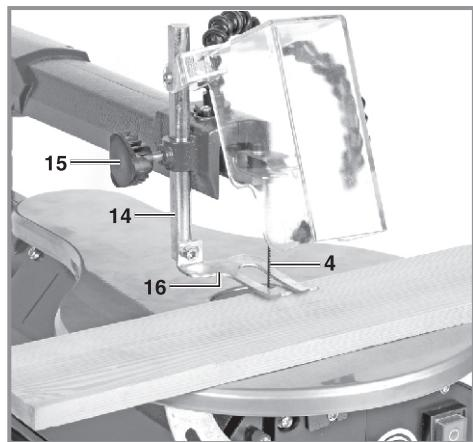

Рис.7
- Полностью опустите защитный кожух режущего полотна (13) и затяните вручную рифленую гайку.
- Направьте гибкую трубку для удаления пыли (12) так, чтобы опилки сдувались с заготовки в сторону от Вас (рис.7).